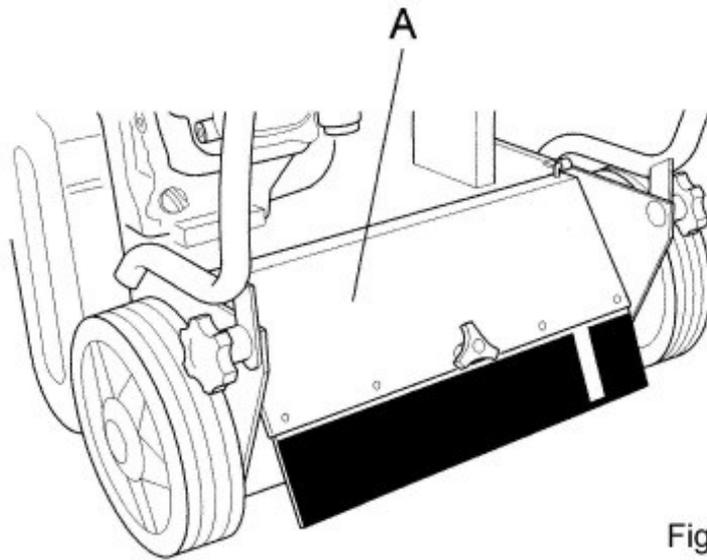
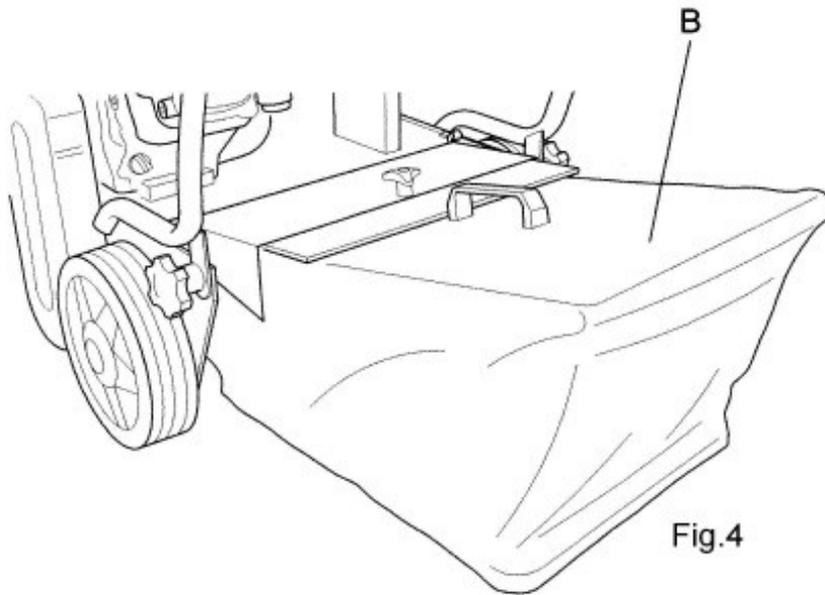
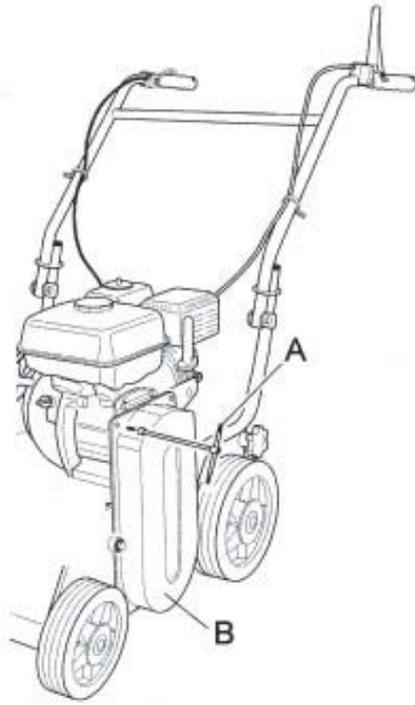

Fig. 3
Fig. 4
Fig. 7
- La protezione posteriore deve essere sempre chiusa durante il funzionamento della macchina o aperta solo se l'arieggiatore è dotato dell'apposito cestello(Fig. 3 rif. A e Fig. 4 rif. B)
L'utilizzo della protezione posteriore aperta (Fig.3 rif.A) è consentito solamente quando il cesto di raccolta è inserito nella apposita sede (Fig.4 rif.B)
- 2) Prima di inserire il movimento lame tramite l'apposita leva (Figura 1, rif. A) è necessario che la protezione posteriore (Fig. 3, rif. A) sia completamente abbassata, o con inserito l'apposito cestello(Fig. 4 rif B), per evitare il pericolo di proiezione oggetti.
- Rimuovere la protezione in plastica (Fig. 7 rif.B), svitando e togliendo le viti fissaggio tramite la chiave indicata in figura 7 rif. A.
2. Aprire il carter posteriore(Fig. 3 rif. A).
5. Rimuovere il carter protezione puleggia (Fig. 7 rif. B)
- Il carter di protezione della cinghia (Fig. 7 rif.B) e le protezioni anteriore (Fig. 1 rif. E) e posteriore(Fig3 rif. A) devono essere sempre correttamente installate ed integre. In caso di danneggiamento, provvedere alla loro riparazione prima che la macchina venga riutilizzata.
- Pulire l'interno del carter copri-cinghia (Fig. 7, rif. B) con un getto d'aria.